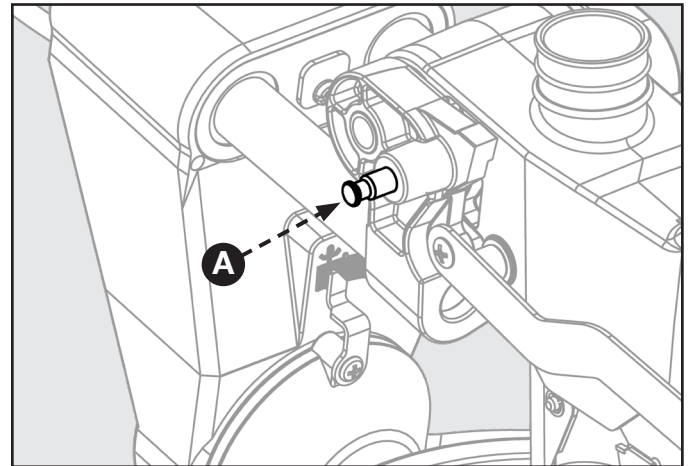

FIGURE 3
1. La scie est livrée avec le bras attaché en position vers le bas, comme illustré à la figure 3. Pour libérer le bras, poussez-le vers le bas, coupez l'attache en plastique et sortez la goupille de verrouillage (A).
2. La goupille de verrouillage (A) sert uniquement au rangement et au transport de l'outil. La scie ne doit pas être en position verrouillée pendant les coupes.